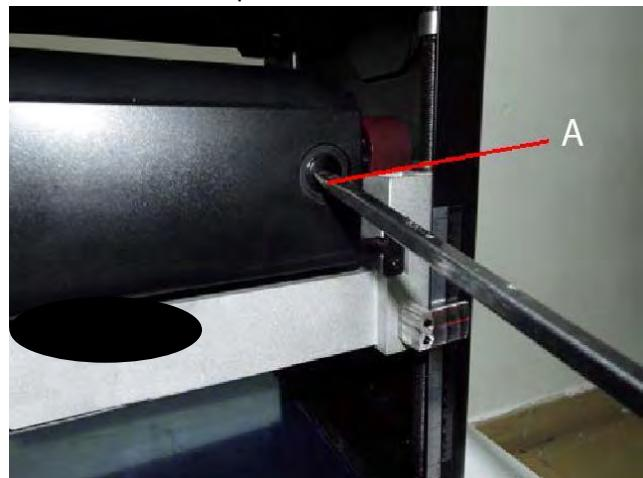

Рис. 14
- Снимите держатели щеток, один из которых показан как (A). Другой расположен в том же положении на задней стороне двигателя. Держатель щетки можно снять с помощью шлицевой отвертки. См. Рис. 14